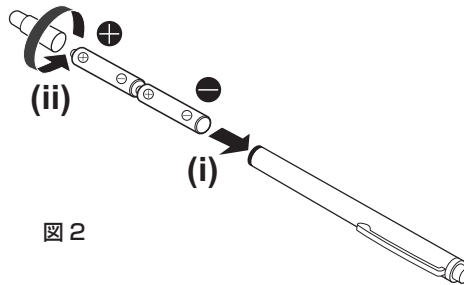

図 2
- 2) 電池を図の向きに入れ、ペンの頭部を逆方向に回して閉じる (図 2)